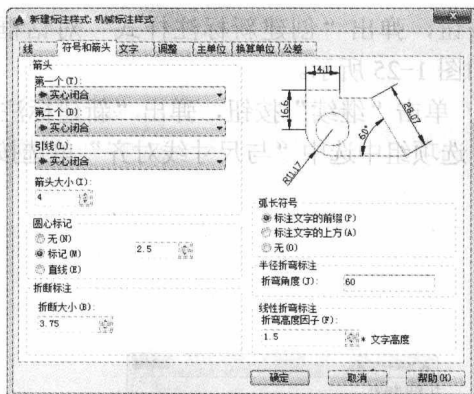

图 1-21 设置“符号和箭头”选项卡
4. 打开“符号和箭头”选项卡，在“箭头大小”文本框中输入 4，即箭头的长度为 4；在“折弯角度”文本框中输入 60，即半径折弯标注时尺寸线的折弯角度为 60°。其他选项保留默认设置，如图 1-21 所示。